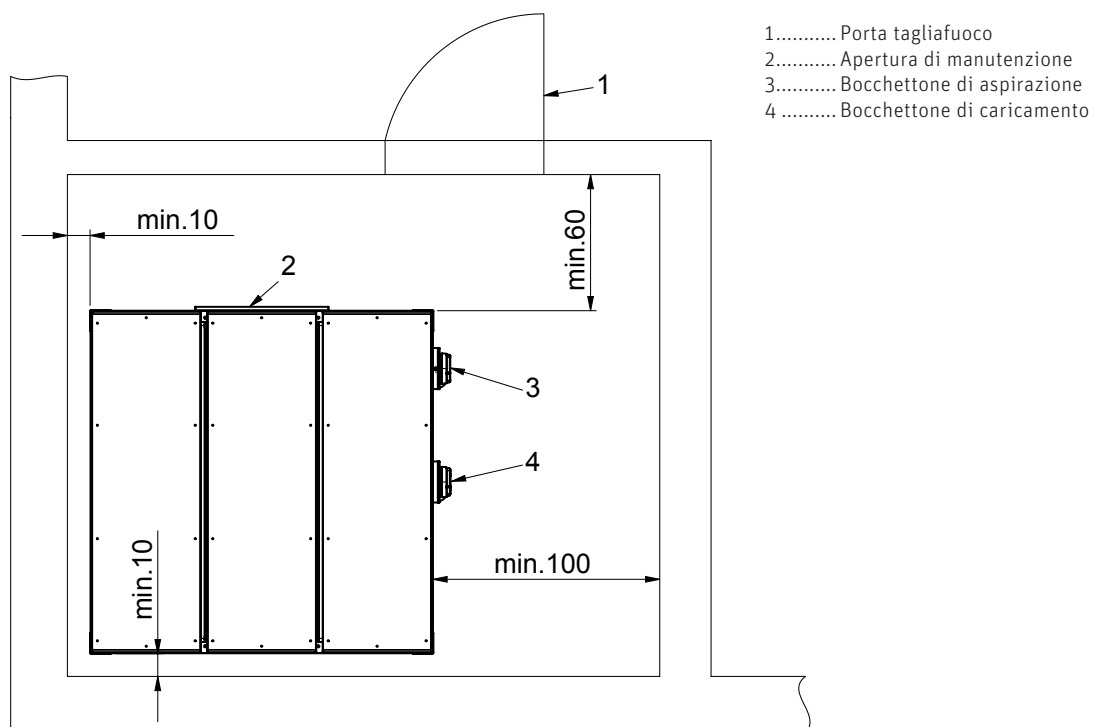

Fig.2 Vano di installazione e serbatoio in lamiera d'acciaio – vista dall'alto
- Distanza laterale dalla parete minimo 10 cm, dal lato dello sportello di controllo, nonché del bocchettone di caricamento e del raccordo di aspirazione per l'allacciamento dei tubi flessibili minimo 100 cm – Fig.2.